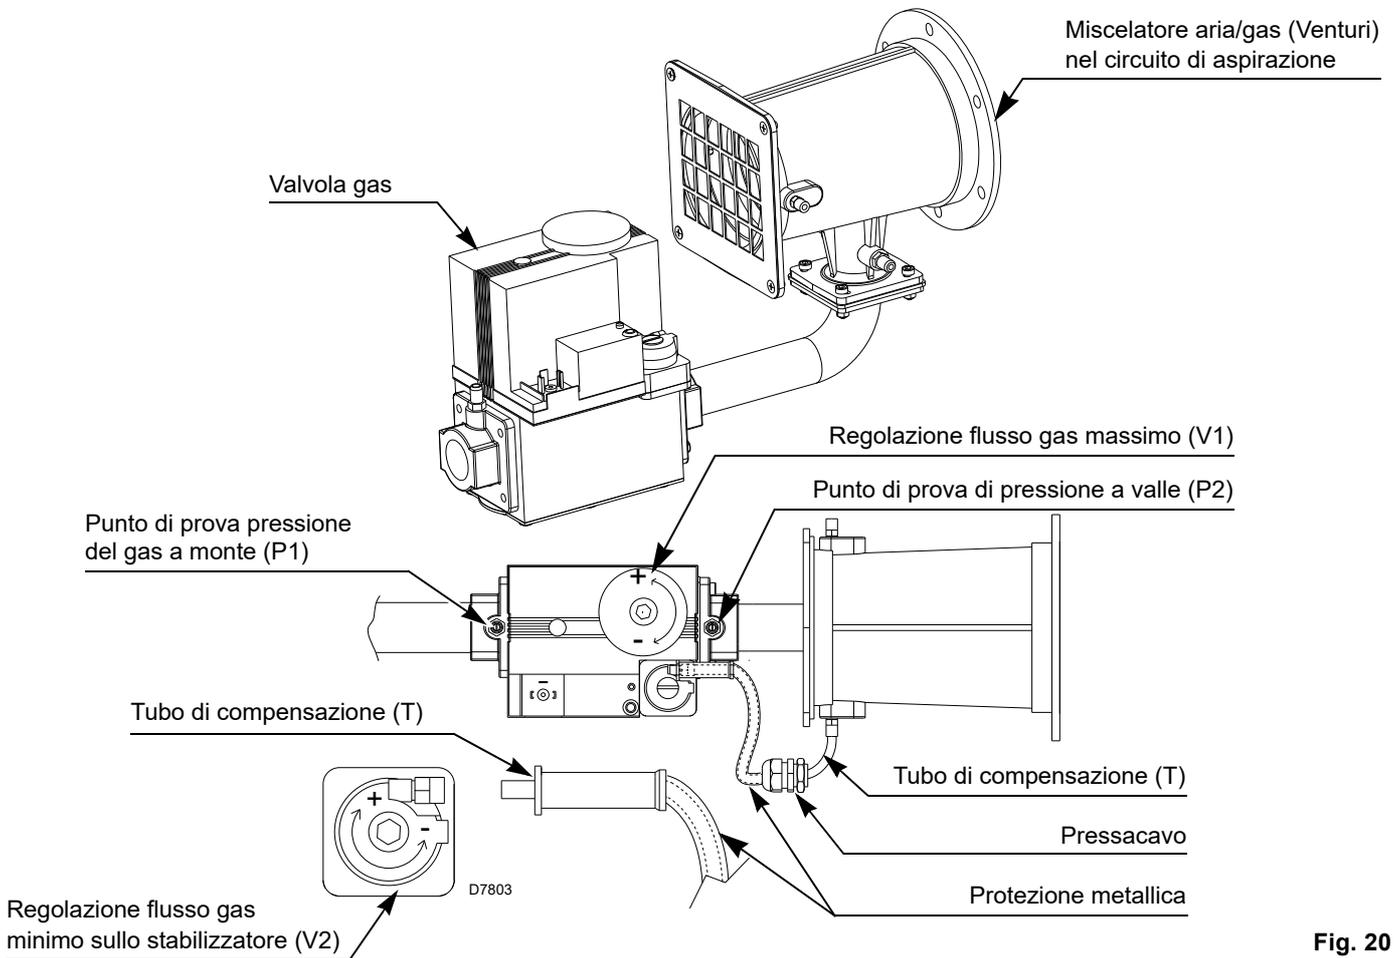

Fig. 20
Il tubo (T)(Fig. 20) tra valvola-Venturi consente di compensare l'accidentale occlusione dell'aspirazione mediante la riduzione del gas erogato.